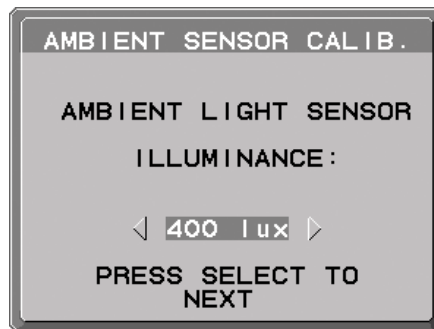

Figure AS.2
4. Entrez la valeur mesurée par le compteur d'éclairage qui doit être installé au même angle que l'affichage (Figure AS.5). Entrez la valeur avec les touches de commande et appuyez sur SELECT (Figure AS.2).